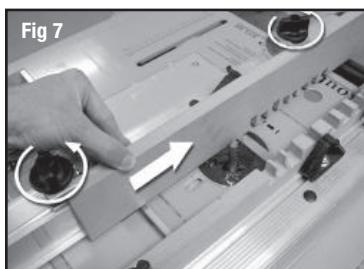

Fig 7
- Les pans de guidage en MDF se dégraderont peu à peu – après plusieurs utilisations, il pourra être nécessaire de desserrer les boutons et de décaler les pans en MDF pour obtenir une portion intacte. (Voir Figure 7). Il est également possible de les démonter et de les remonter à l'envers (haut en bas) pour pouvoir les utiliser plus longtemps. Des pans en MDF de rechange sont disponibles auprès de votre revendeur Triton (numéro